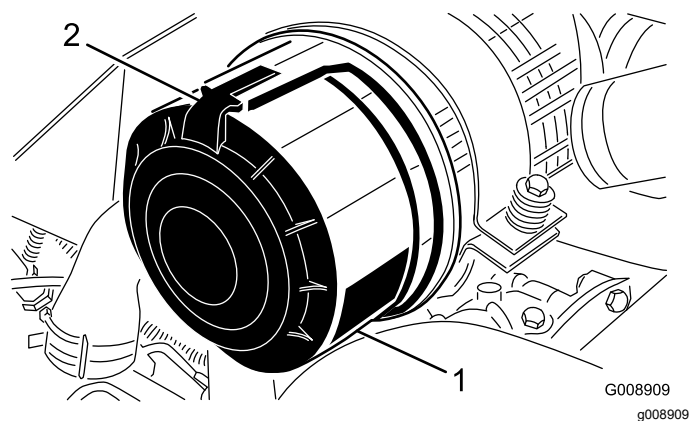

Рисунок 51
1. Отпустите защелки, фиксирующие крышку воздухоочистителя на его корпусе (**Рисунок 51**).